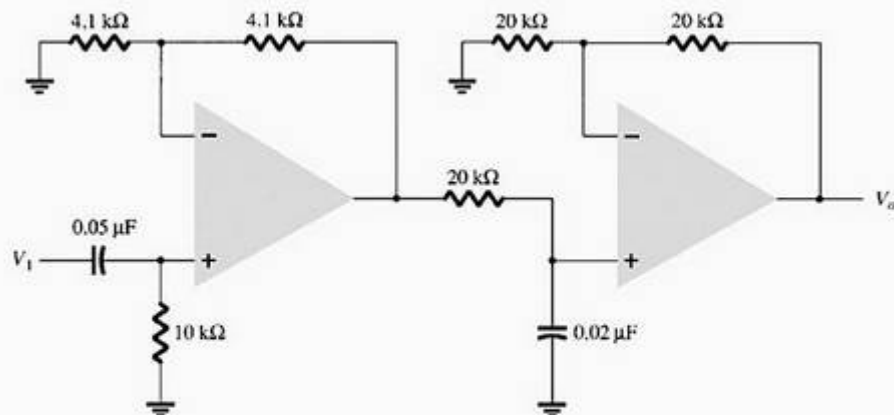

Figura 14.59 Problema 17.
17. Calcule as frequências de corte inferior e superior do filtro passa-banda na Figura 14.59.